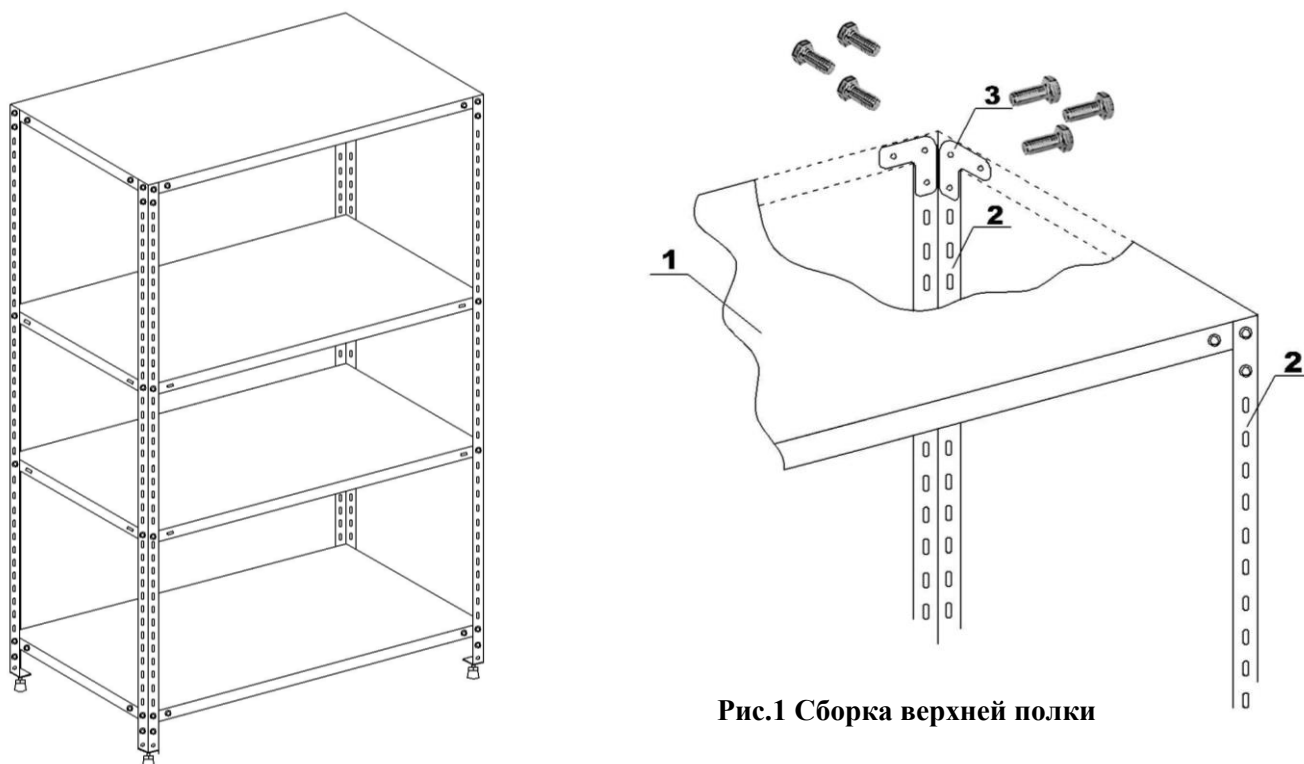

Рис.1 Сборка верхней полки
2. Прикрепить одну из полок [1] стеллажа к верхнему краю стоек используя уголки усиления [3] при помощи болтовых соединений (рис. 1).